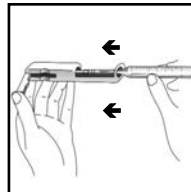

Figure 3
3. Lift the control bar and insert the Titret assembly into the Titrettor (fig. 3).